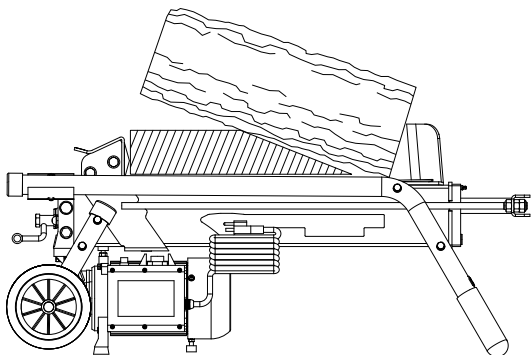

Figura 6
2. Una vez que el impulsor de leños se detenga completamente en su posición inicial, inserte una cuña de madera bajo el leño atascado. **(CONSULTE LA FIGURA 6)**